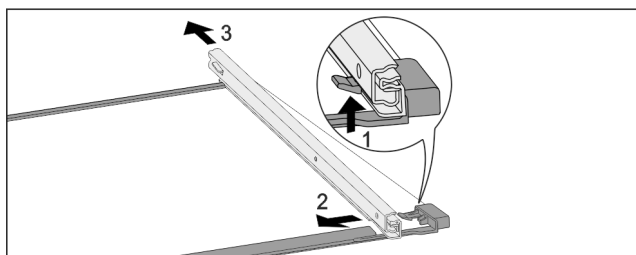

Fig. 265 Стеклянная пластина с направляющими
- ▶ Отожмите передний стопорный крючок вверх. Fig. 265 (1)
- ▶ Сдвиньте выдвижную направляющую в сторону Fig. 265 (2) и назад Fig. 265 (3).